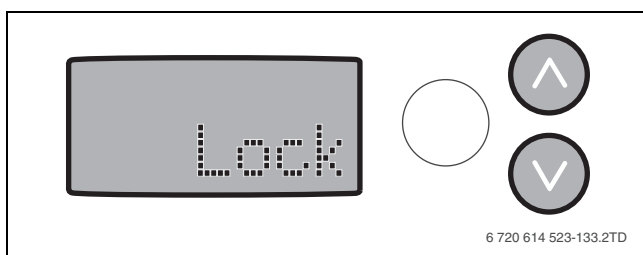

Fig. 40 Ecran - Lock
- ▶ L'écran affiche pendant 5 secondes le mot « Lock » (→ fig. 40). Le menu info reste lisible.